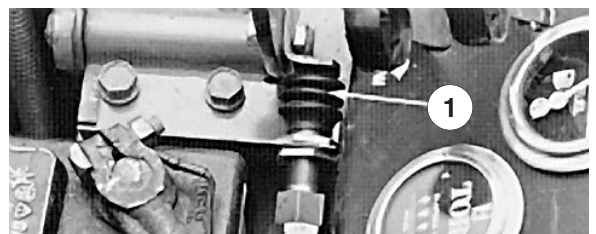

Figure 40
3. Enlevez la gaine du côté du bouton de la prise de force (Fig. 40) et mettez-la de côté en vue de la remise en place. Séparez les connecteurs des fils du contacteur.